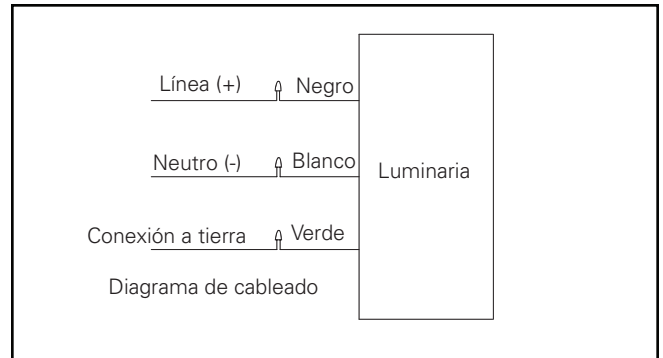

Figura 3
2. Afloje los (2) tornillos centrales sin quitarlos y quite (1) tornillo de sujeción.
5. Remítase a los diagramas de cableado para ver la conexión de la alimentación. (Figura 3)
9. Consulte el diagrama de cableado para ver la conexión de la alimentación. (Figura 3)